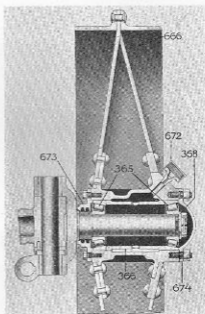

Fig. 93.
Styrhjulets (666) montering på styrtapparna visas i fig. 93. De koniska rullagren fasthållas vid navet av locken (673, 674) och distanshylsan (366). Ytterligare ansättning sker medelst skruvarna för stoppbrickan (368). Då traktorn är ny och varit i arbete cirka 2 veckor, undersöker man, om glapprum uppstått i de koniska rullagren. Om så är fallet,